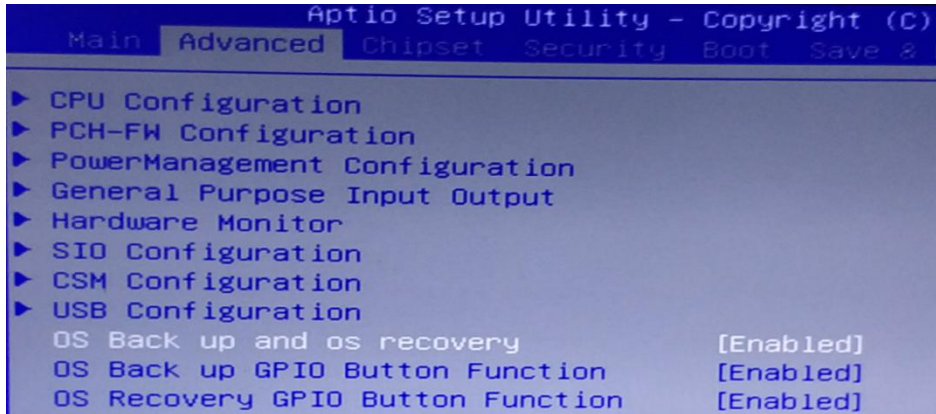

图 1 操作界面
(1) 检查工作：① 由于备份及还原操作过程中机器均不能外接存储设备，在操作之前务必先检查确认 USB 接口未连接外部存储设备，如 U 盘等，否则备份还原会出现错误；② 保证硬盘内存容量大小不小于 64G;
(2) 按电源键开机或上电开机后，连续重复按键盘上的 delete 键，就能进入备份操作界面（如图 1 所示）；
(1) 检查工作：① 由于备份及还原操作过程中机器均不能外接存储设备，在操作之前务必先检查确认 USB 接口未连接外部存储设备，如 U 盘等，否则备份还原会出现错误；② 保证硬盘内存容量大小不小于 64G；
(2) 按电源键开机或上电开机后，连续重复按键盘上的 delete 键，就能进入备份操作界面 (如图 1 所示)；